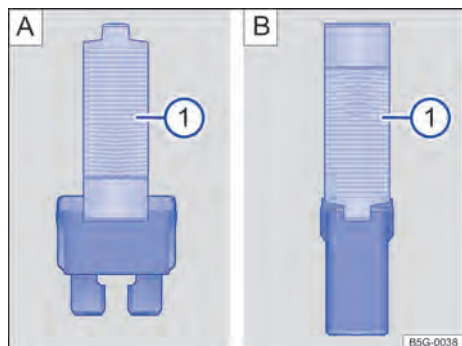

Fig. 179 Retirar ou colocar o fusível com a pinça de plástico: [A]: fusível plano, [B]: fusível de bloqueio.
- Se necessário, retirar a pinça de plástico → Fig. 179 [A] ① da cobertura da caixa de fusíveis.
- De acordo com a versão do fusível, colocar as garras adequadas do alicate plástico → Fig. 179 [A] ① ou → Fig. 179 [B] ① lateralmente no fusível.
- Caso o fusível esteja queimado, substituir o fusível por um novo da *mesma* intensidade de corrente (*mesma* cor e inscrição) e do *mesmo* tamanho → ①.